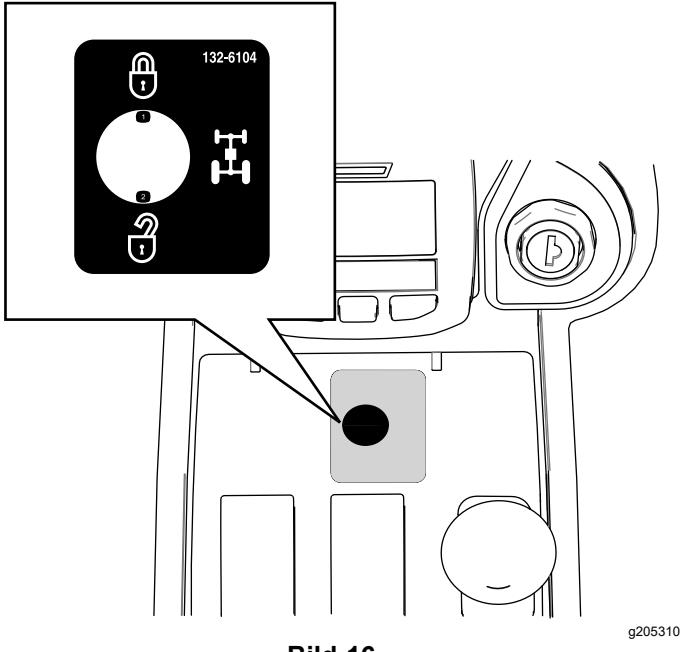

Bild 16
2. Bringen Sie den Funktionsaufkleber für den Vierradantrieb über das gebohrte Loch (**Bild 16**).